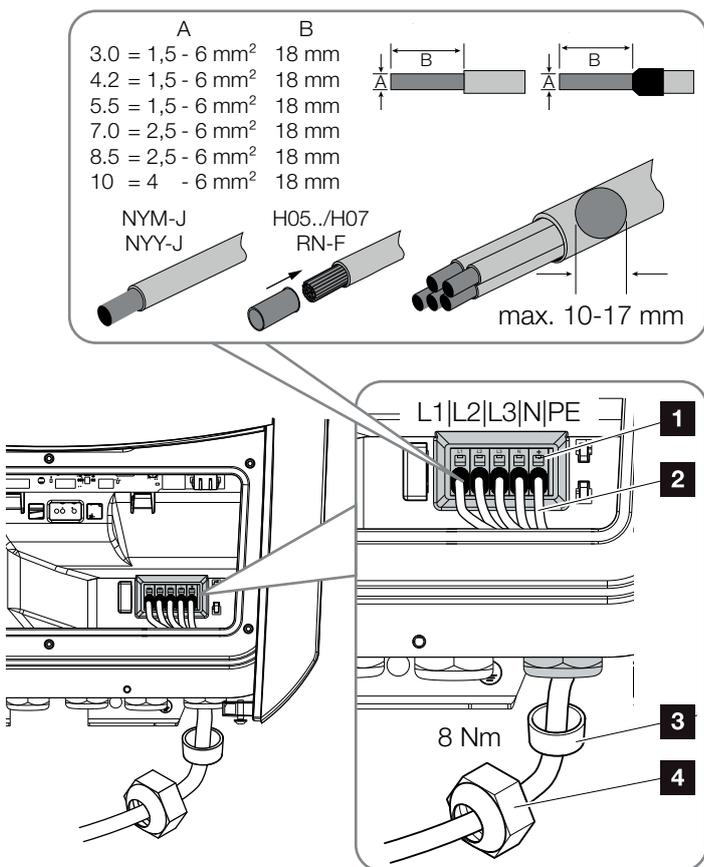

Fig. 21: Conectar el cable de potencia en el inversor
9. Conectar los conductores del cable de potencia conforme a la inscripción en el borne de conexión CA. **!** **Fig. 21, pos. 1**